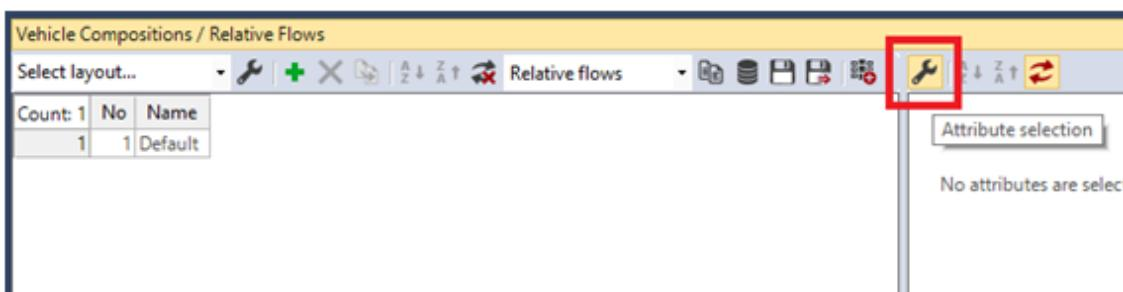

Figura 16
28. Em **Vehicle Compositions**, clique no ícone da figura 16 para alterar a lista de atributos: